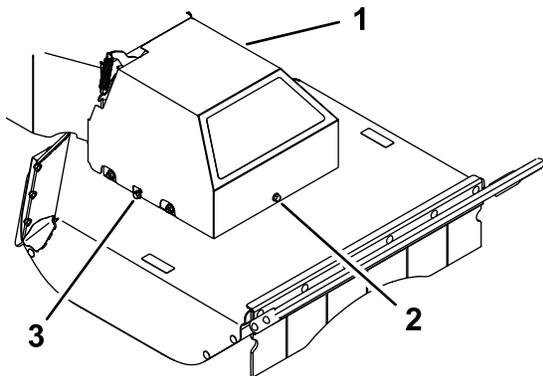

Рисунок 33
5. Ослабьте затяжку левого и правого боковых болтов на несколько оборотов и ослабьте затяжку переднего болта таким образом, чтобы крышка могла свободно перемещаться (Рисунок 33).
передний болт, затем затяните оба боковых болта (Рисунок 33).